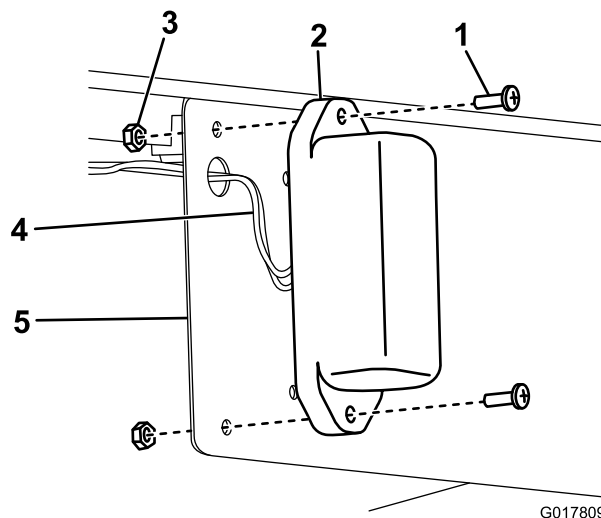

Рисунок 7
4. Проденьте провода сквозь большие отверстия в кронштейне номерного знака и подсоедините их к двум лампам освещения номерного знака (Рисунок 7).
- Установите лампы освещения номерного знака на кронштейн номерного знака с помощью 4 винтов с крестообразным шлицем (№ 10 x 5/8 дюйма) и 4 контргайки (№ 10), как показано на Рисунок 7.